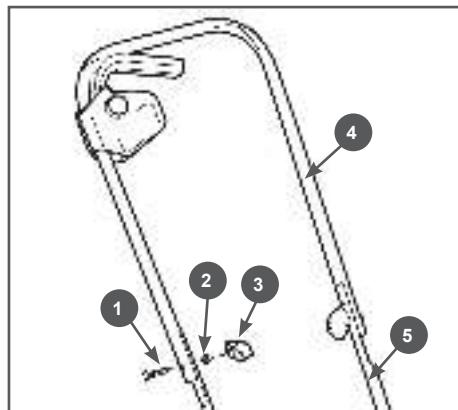

Рис. 2 Сборка рабочей рукоятки
- Собрать и установить рабочую рукоятку. Для этого установите верхнюю 4 и нижнюю 5 части рукоятки, так, чтобы совпали отверстия и соедините их при помощи болта 1, шайбы 2 и гайки 3 (Рис. 2).